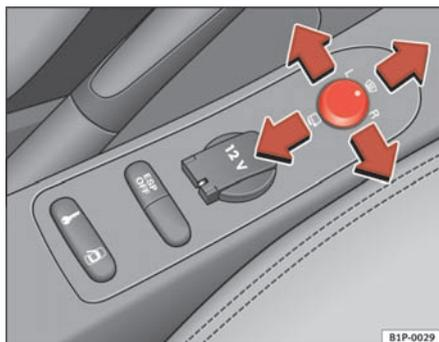

Fig. 87 Mando de los retrovisores exteriores
1. En primer lugar, gire el mando ⇒ **fig. 87** hasta la posición **L (retrovisor izquierdo)**.
- Gire el mando hacia delante, en la posición central ⇒ **fig. 87** , para que los retrovisores térmicos se calienten y la función de cristal parabrisas calefaccionable* en la zona de reposo de las escobillas, quede activada. ⇒ página 128
- Gire el mando ⇒ **fig. 87** hasta la posición para plegar los retrovisores exteriores. Para evitar daños en el vehículo, debería plegar los retrovisores exteriores siempre que utilice un túnel de lavado automático.